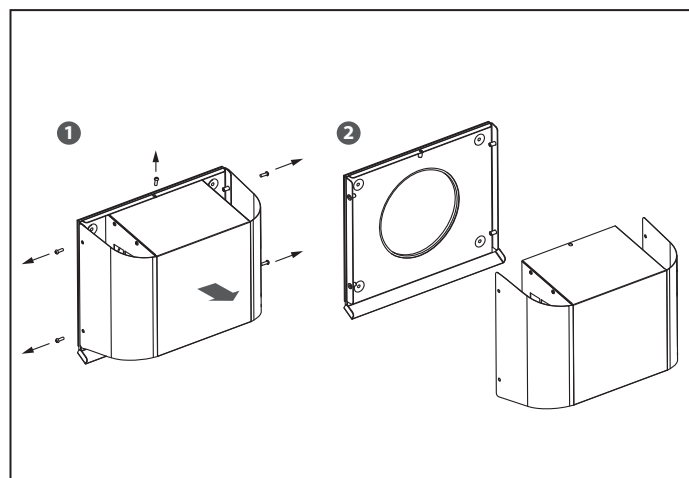

Abb. 13b.
- Abb. 13b für VENTO Expert A50-1 S Pro. Drehen Sie die 5 Schrauben heraus und entfernen Sie das Vorderteil der Lüftungshaube.